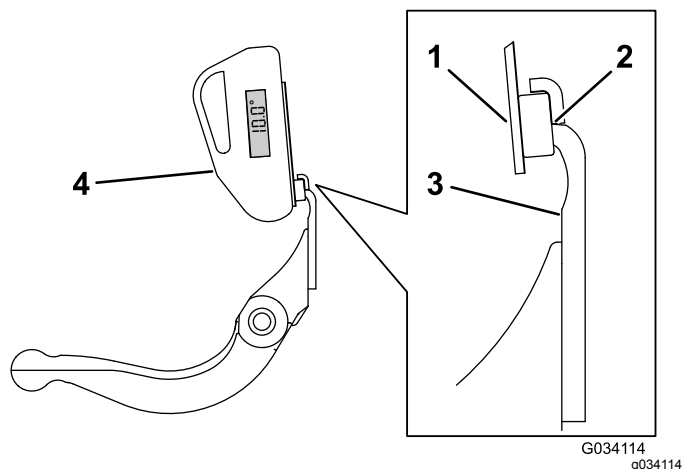

Figure 36
3. Placez l'indicateur d'angle sur le bord de la contre-lame, de manière à adapter le bord de l'aimant avec le bord de la contre-lame (Figure 36).
4. Placez l'indicateur d'angle sur le support, comme montré à la Figure 36.